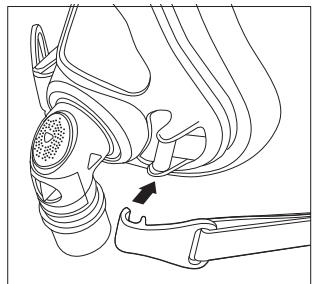

Abbildung 3
2. **Maskenhalterungsclips** - Den Clip zum Befestigen in den Gelenksockel drücken (Abbildung 3).